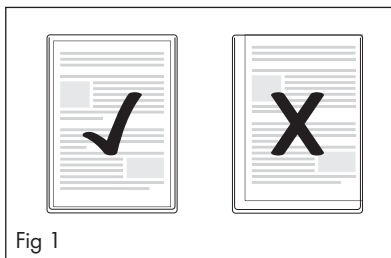

Fig 1
- Vær opmærksom på, at alle dokumentets kanter skal have mindst to millimeters afstand til folielommens kant som vist på fig. 1.